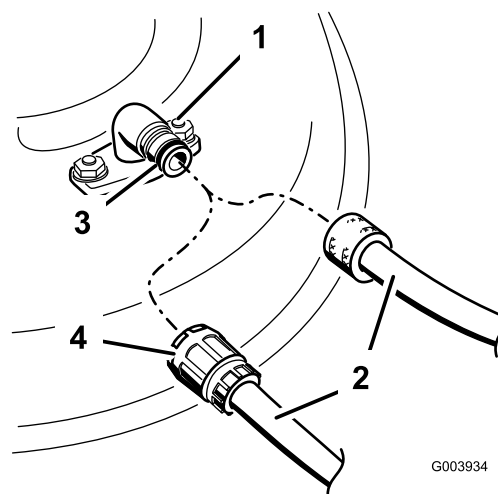

Figure 52
3. Vissez le raccord de flexible à l'embout de lavage du carter de tondeuse et ouvrez l'eau en grand (Figure 52).